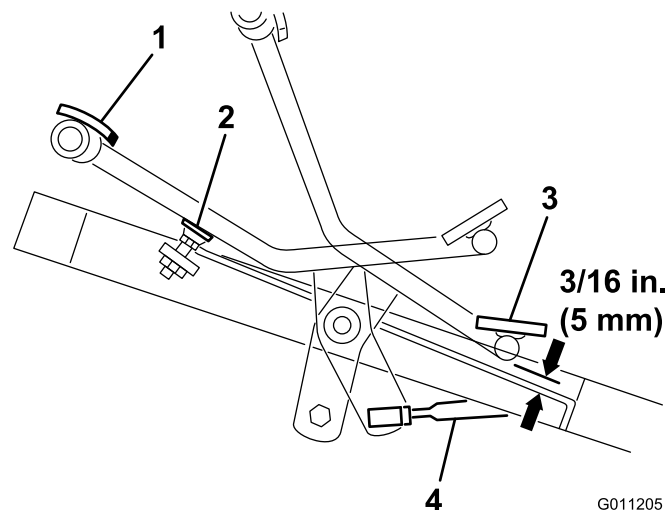

図 44
1. No. 5 セクションのバルブ・スプールが完全に引き出される状態までペダルを前進方向に踏み込む。ペダルがストップに当たれば調整は適正である (図 44)。
2. ペダルの下とフットレストとの間の距離を図 44 のように点検する。距離が 5 mm 程度あればよい。値が 5 mm より多くても少なくとも、走行コントロール・ロッドを調整する必要がある。調整手順：
- A. 走行コントロール・ロッド（図 44）をトラクション・シャフト・ピボットに固定しているジャム・ナットとボール・ジョイントをゆるめる。